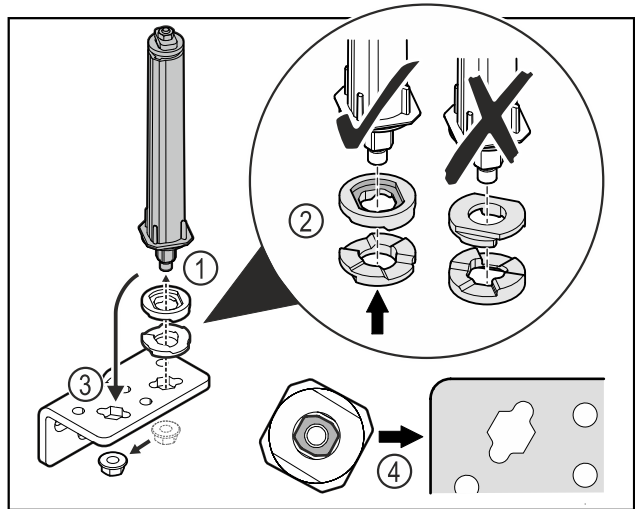

Fig. 20
- ▶ Soltar la tuerca y retirar el sistema de cierre de la puerta Fig. 20 (1).
- ▶ Tener en cuenta la orientación correcta de las arandelas de ajuste de altura Fig. 20 (2).
- ▶ Cambiar la posición del sistema de cierre de la puerta en la escuadra de bisagra y fijar con la tuerca Fig. 20 (3).
- ▶ Tener en cuenta la orientación correcta del sistema de cierre de la puerta al insertarlo Fig. 20 (4).